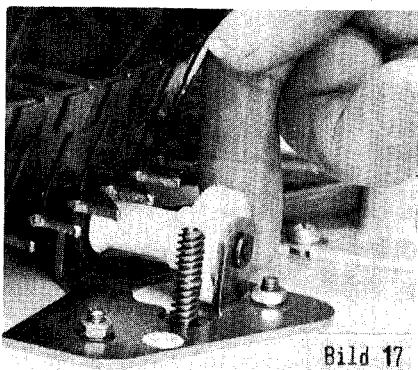

Bild 17
Les roues dentées (voir pièces détachées fig. 17 pos. 24) possèdent deux repères, un long et un court, seul valable est le court, plus épais. Ce repère, court, se répète 40° degrés, car les roues dentées sont alors les mêmes. Pour les roues dentées ne possédant qu'un seul repère, le montage est correct que si le repère A se trouve déplacé d'une dent par rapport au
Der Korbmotor (Bild 17) muß mit der Schnecke etwa 0,2 mm Spiel im Zahnrad haben. Zur Prüfung den Plattenkorb vom Reibrad etwas abheben und das Schneckenrad bewegen; etwas Spiel muß sichtbar sein. Korrektur durch Versetzen des Motors.
The Record Carrier Worm Drive (Bild 17) should not engage too tightly. Lift carrier off the drive and move pinion as shown, the worm should slack with a gap of around 0,2mm. Adjust by shifting the motor (7 mm spanner).
Le moteur d'entraînement KM (fig.17) Le jeu doit être environ de 0,2mm entre la vis sans fin métallique et le pignon en plastique. Soulever alors le magasin. Le réglage doit être corrigé par les deux vis de fixation du moteur sur le châssis comme le montre la fig.17